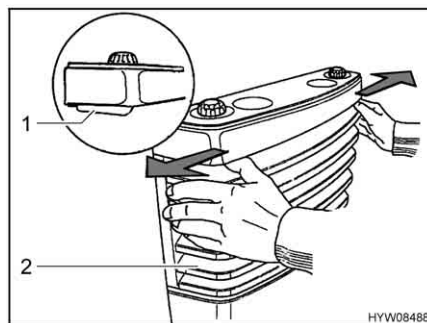

Fig. 137 Rimozione della copertura del riscaldamento
- Rimuovere la copertura del riscaldamento (Fig. 137,2). A tale scopo spingere contemporaneamente verso l'esterno le due leve di chiusura (Fig. 137,1) e ribaltare la copertura in avanti.